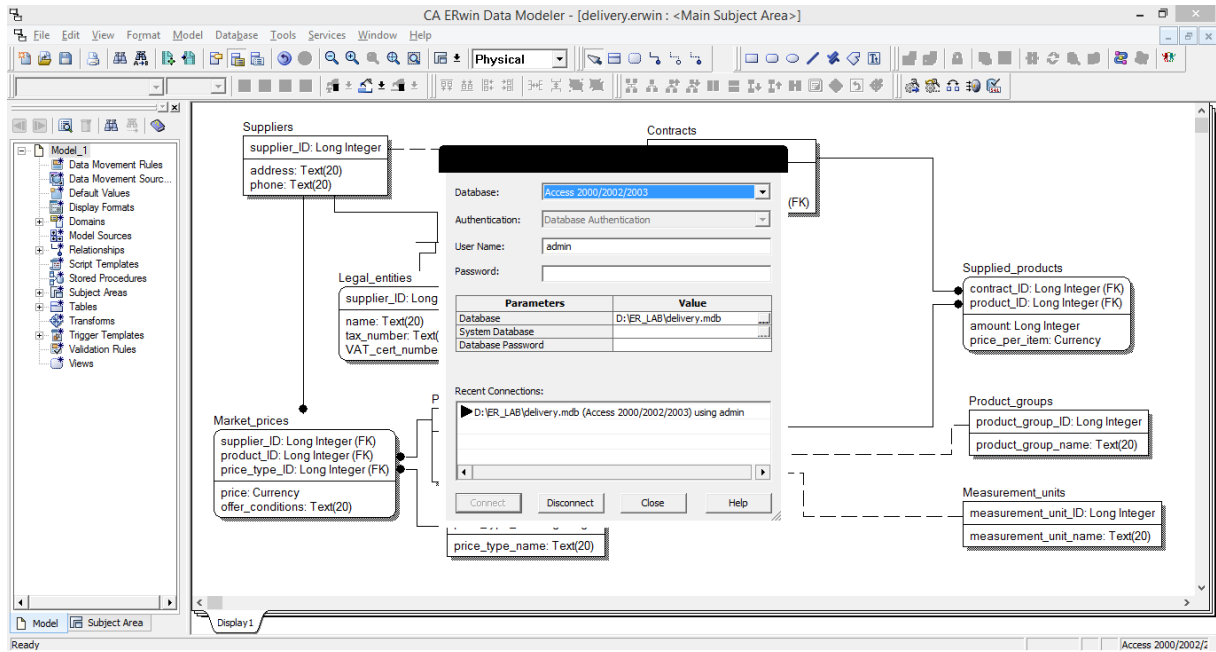

Рисунок 14
6. Підключення моделі до створеної бази даних (рисунок 14).